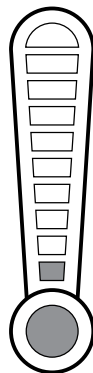

図 44: バッテリー残量 10% を示す BDI
2. バッテリー放電インジケータで一番下の横棒が点滅するか、またはユーザーインターフェイスディスプレイで充電レベルが 10% になるまで、(SE-3 を普通に使用して) バッテリーモジュールを放電させます (図 44)。